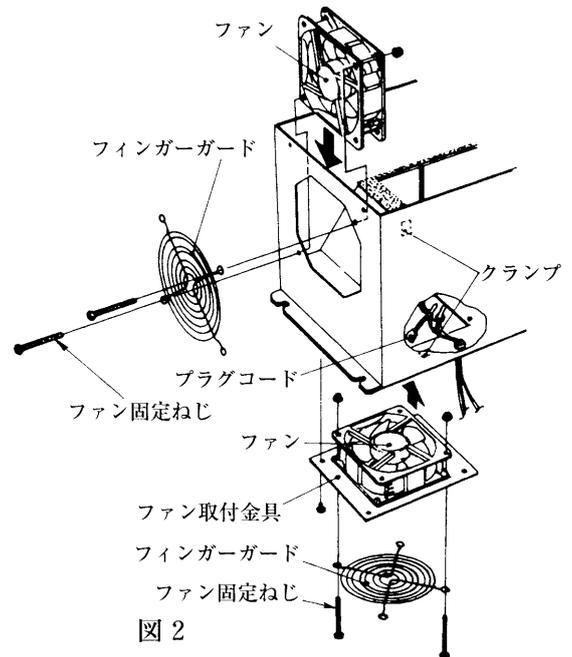

図2
- ②プラグコード（電源線、アース線）をクランプより外してください。（図2）
（図2, 3）
- ①ファン取付金具を本器から取外してください。（図2）